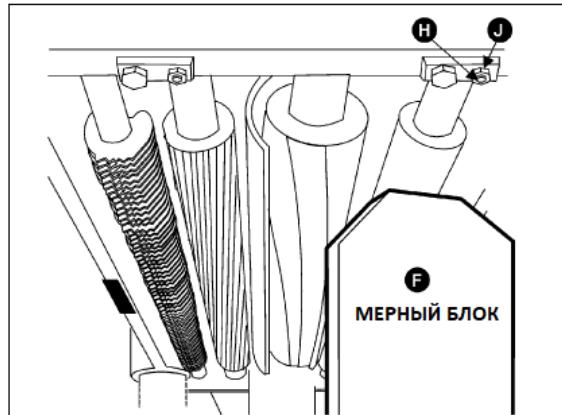

Рис. 27
5. Извлеките щуп и сдвиньте мерный блок (F, см. Рис. 27) под один конец ролика разгрузки. Нижняя часть ролика разгрузки должна только касаться вершины измерительного блока. Если необходима регулировка ролика разгрузки, ослабьте стопорную гайку (J, см. Рис. 27) и поверните винт (H, см. Рис. 27), пока ролик разгрузки не коснется мерного блока. Затем затяните стопорную гайку (J, см. Рис. 27).